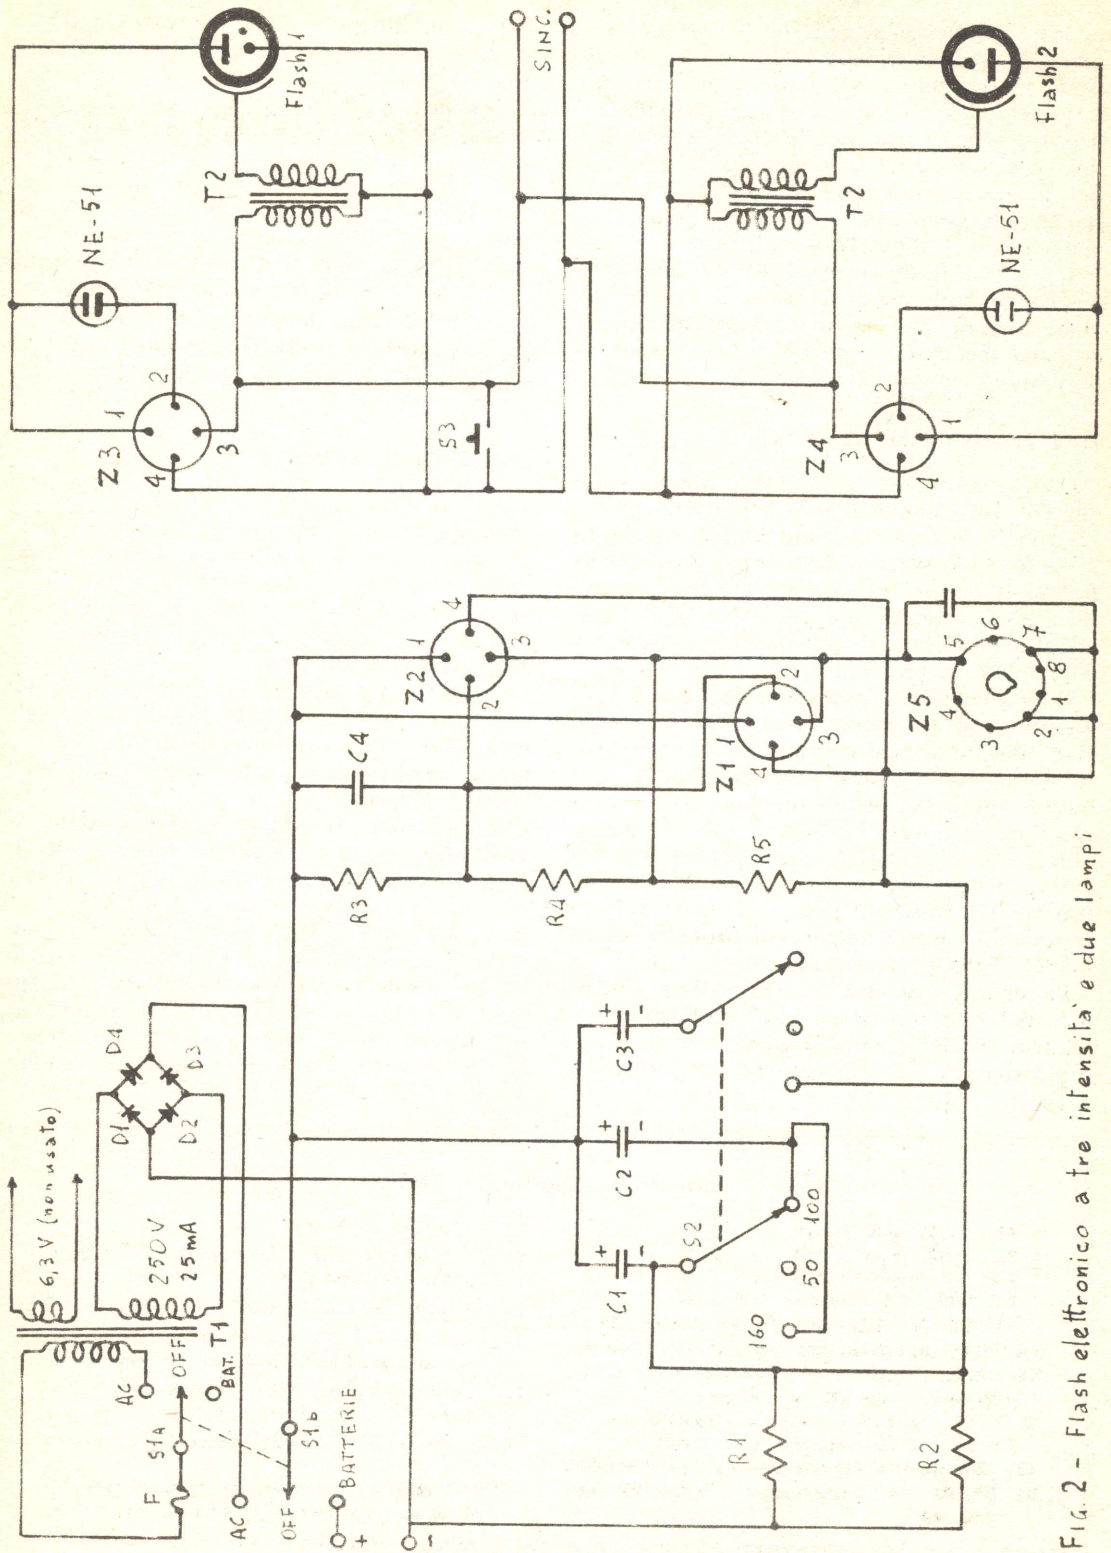

Fig. 2 - Flash elettronico a tre intensità e due lampi
**Tabella componenti - fig. 2**